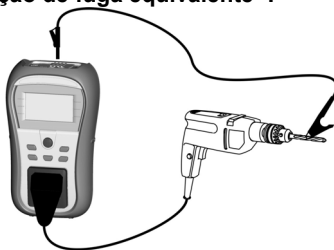

Figura 5.17: Medição da corrente de fuga equivalente- P
- › Conecte o aparelho a testar ao instrumento (ver figura 5.17).